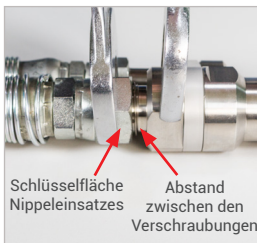

Abbildung 7
- ▶ Verdecken Sie nicht den Bereich zwischen den Verschraubungen (*Abbildung 7*). Hier muss der Druck beim Lösen ungehindert entweichen können. Achten Sie auf einen ausreichenden Sicherheitsabstand vom Körper, Gesicht und den Händen beim Lösen der Verschraubung
- ▶ Lösen Sie die Verschraubung des Füllschlauches am Anschluss „B2“ des Nippelinsatzes (Pos. 7) der Abreißsicherung. Halten Sie hierzu an der Schlüsselweite SW(2) des Nippelinsatzes gegen (*Abbildung 7*).
Achtung: Verdecken Sie nicht den Bereich zwischen Füllschlauch und Abreißsicherung (*Abbildung 7*).